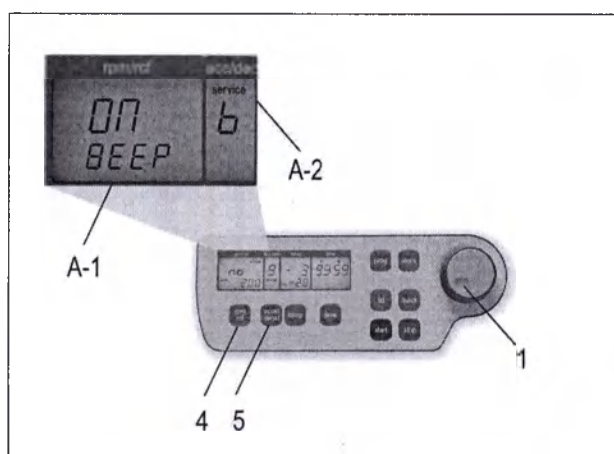

Рисунок 8
Действуйте как описано в п. 1.8.1, чтобы войти в программный режим, и затем нажмите кнопку «accel/decel» [ускорение/замедление] (5). На дисплее «accel/decel» [ускорение/замедление] (A-2) появится слово «service» [обслуживание]. Теперь выберите букву "b" с помощью верньера (1). В результате на дисплее «rpm/rcf» [об/мин / центробежное ускорение] (A-1) появятся слова «ON/BEEP». Если Вы нажмете кнопку «rpm/rcf» [об/мин / центробежное ускорение] (4), то сможете включить (On) или выключить (Off) сигналы клавиатуры, вращая верньер (1) (см. рисунок 8).